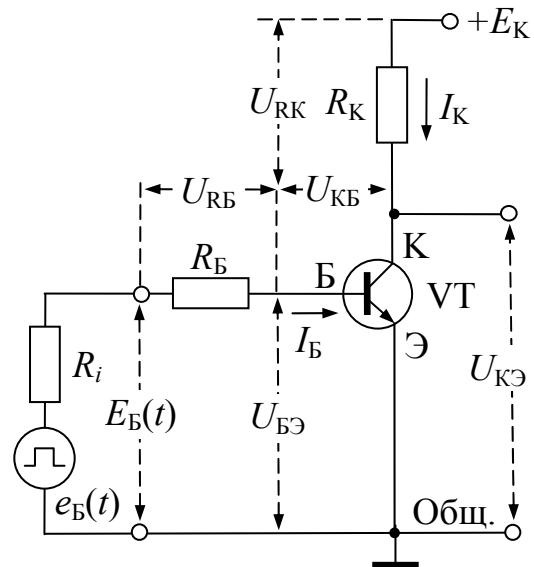

Рис. 1. Схема классического ключа на БТ $n-p-n$ типа с ОЭ
Схема простейшего электронного ключа на БТ типа $n-p-n$ с общим заземлённым эмиттером приведена на рис. 1. В управляемую коллекторную цепь БТ включена активная нагрузка (резистор) R_K , через которую на коллектор БТ (относительно общего провода) подаётся постоянное положительное напряжение E_K от источника питания. Если в схеме применяется БТ $p-n-p$ -типа, то на коллектор подаётся отрицательное напряжение. Управляющие импульсы, приводящие к замыканию или размыканию ключа, подаются на базу БТ от генератора управляющего напряжения $E_B(t)$ через сопротивление R_B . Генератор напряжения $E_B(t)$ представлен на рис. 1 в виде эквивалентной схемы, содержащей последовательно соединённые источник ЭДС $e_B(t)$ и сопротивление R_i , характеризующее выходное сопротивление генератора. В частном случае сопротивление R_B может отсутствовать, тогда его роль выполняет сопротивление R_i .
Особенностью ключевой схемы с ОЭ (рис. 1) является **инвертирование** сигнала. Если управляющее напряжение $E_B(t)$ имеет отрицательную полярность относительно общего провода (Общ.), то эмиттерный переход транзистора $p-n-p$ -типа смещён в обратном направлении. Тогда БТ закрыт, выходной ток коллектора I_K в цепи нагрузки R_K очень мал, а выходное напряжение ключа $U_{KЭ}$ на коллекторе БТ (см. рис. 1) велико и приблизительно равно напряжению E_K
3.1. Построение рабочих точек. Рассмотрим линию нагрузки *для коллекторной (управляемой) цепи* ТК в схеме рис. 1. Эта цепь содержит последовательно соединённые сопротивление нагрузки R_K и выходную часть БТ между коллектором К и эмиттером Э. Цепь подключена к источнику с напряжением E_K и через неё протекает ток I_K . Из рис. 1 следует, что
входную часть БТ между базой Б и эмиттером Э. Цепь подключена к источнику напряжения E_B , так что через цепь протекает ток I_B . Из рис. 1 имеем